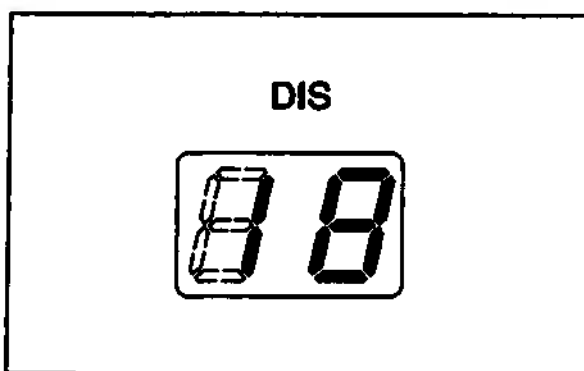

FIG. 4.71
3. Текущая температура дезинфицирующего раствора отображается на дисплее «DIS» на вспомогательной панели управления (см. рис. 4.71).